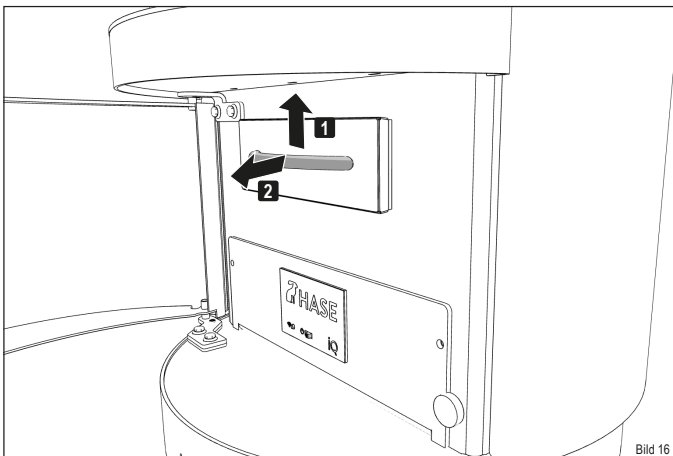

Bild 16
- ▶ Ziehen Sie den Aschebehälter am Griff aus der Öffnung heraus (Bild 16).